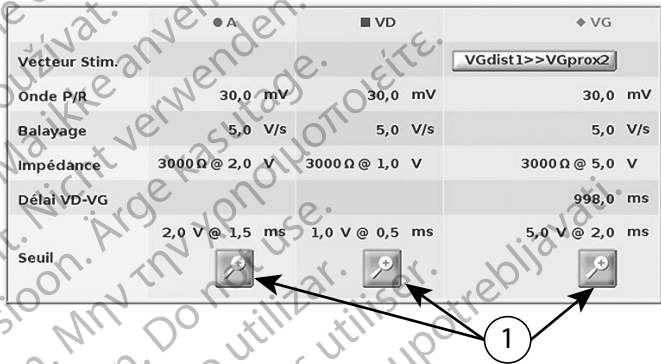

Figure 10. Panneau Paramètres du PSA
4. Utiliser le bouton Paramètres du PSA (légende [8] à la Figure 6 en page 21) pour ouvrir le panneau Paramètres du PSA (Figure 10 en page 23). Puis, sélectionner et confirmer les paramètres souhaités comme paramètres pour le PSA. Sélectionner le bouton Fermer pour fermer le panneau et poursuivre la session.